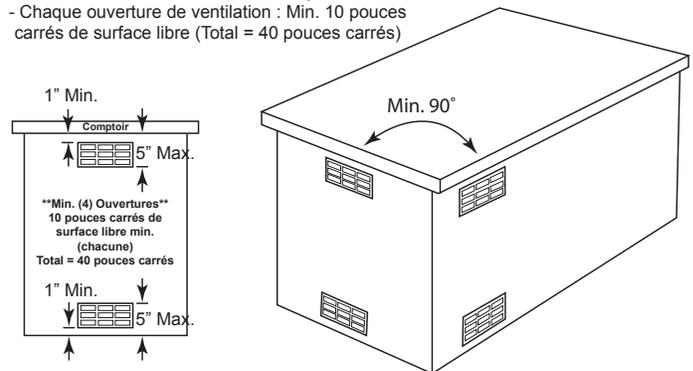

Figure 9
- Deux ouvertures doivent être situées dans les parois latérales de l'enclosure, en haut, espacées d'au moins 90° l'une de l'autre. Les ouvertures doivent commencer à 1 pouce ou moins sous le bord du comptoir et se terminer à 5 pouces au maximum sous le bord du comptoir. Voir la Figure 9.
- L'espace libre entre les ouvertures et tout objet à l'extérieur de l'enclosure doit être d'au moins 6 pouces. L'espace libre entre les ouvertures et tout objet à l'intérieur de l'enclosure doit être d'au moins 2 pouces. Cela permet à l'air de circuler librement à l'intérieur et à l'extérieur de l'enclosure pour maintenir l'île fraîche pendant le fonctionnement du gril. Voir la Figure 9.